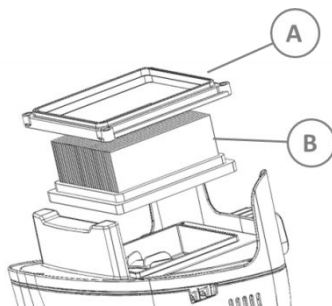

Figura 9
e. Consulte la figura 9. Retire el marco del filtro (A) y el filtro (B).